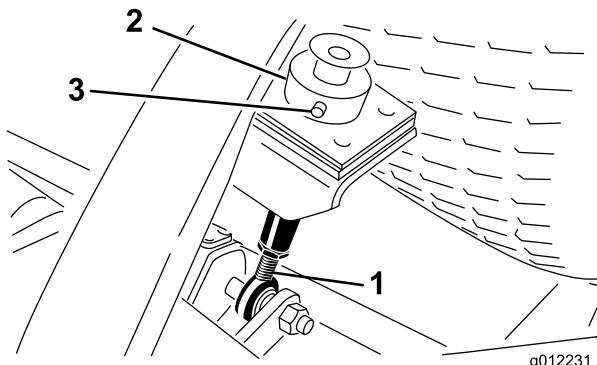

図 9
5. カッティングユニット後部で、刈高ロッドに刈高カラーを固定しているヘアピンとクレビスピンを外す(図 9)。